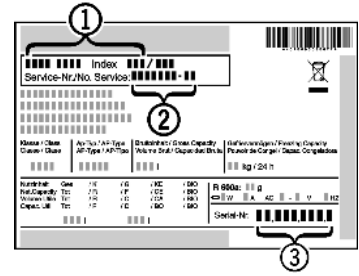

Fig. 15
▶ Прочетете от идентификационната табелка описанието на уреда Fig. 15 (1), сервисния № Fig. 15 (2) и серийния № Fig. 15 (3). Идентификационната табелка се намира на лявата вътрешна стена на уреда.
- ▶ Обадете се на сервисната служба и посочете неизправността, описанието на уреда Fig. 15 (1), сервисния № Fig. 15 (2) и серийния № Fig. 15 (3).